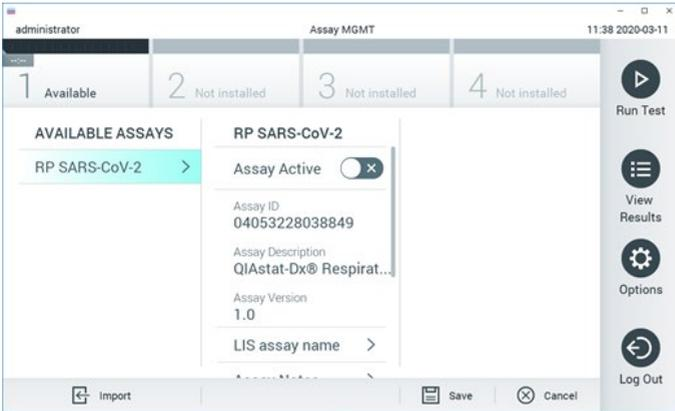

Figure 89. Écran Assay management (Gestion des dosages).
2. Appuyez sur le bouton Options puis sélectionnez Assay Management (Gestion des dosages). L'écran Assay Management (Gestion des dosages) s'ouvre dans la zone de contenu de l'affichage (figure 89).